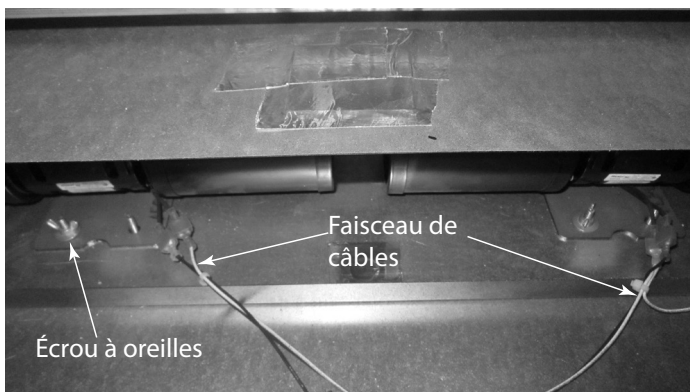

Figure 4.13 Débrancher le faisceau de câbles
4. Débranchez le faisceau de câbles des ventilateurs et retirez l'écrou papillon maintenant le ventilateur en place. Voir la figure 4.13.